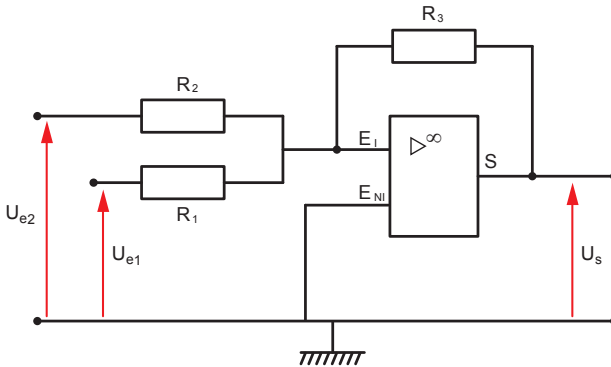

Figure 7
3. Montage sommateur inverseur (Figure 7)